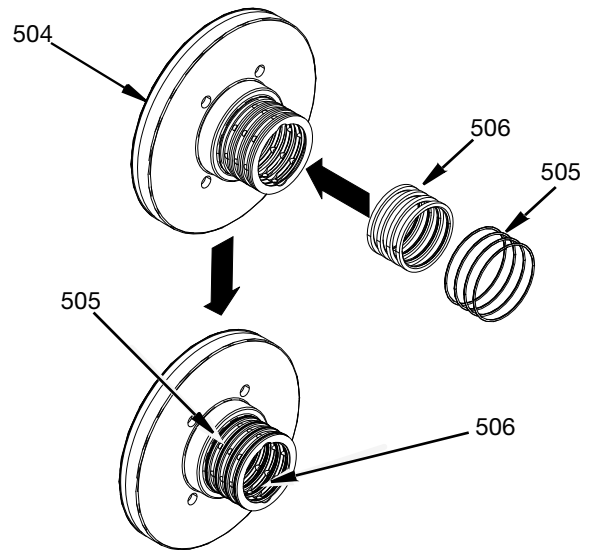

Рис. 24
6. Установите уплотнительные кольца (505) и герметизирующие уплотнения (506) на подшипник воздухораспределительного кольца (504). См. Рис. 24.